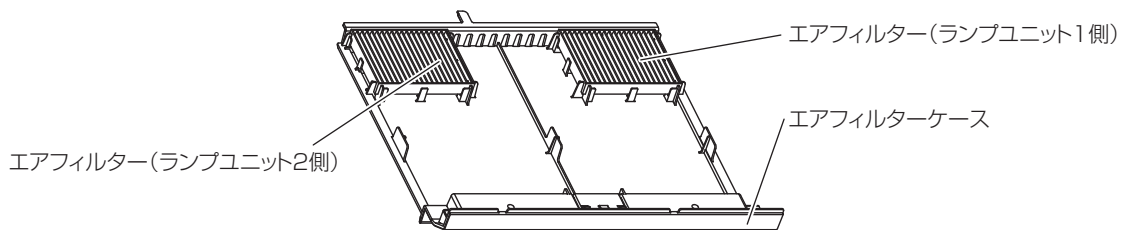

図 1
1) ランプユニット収納扉を取り外す（図1）
1) エアフィルターを取り付ける (図 1)